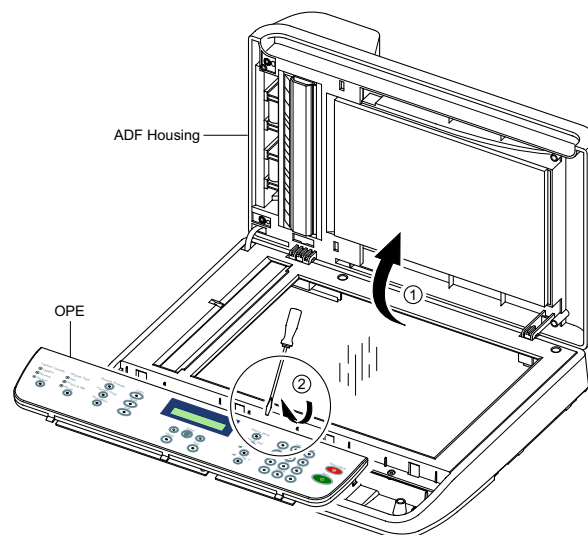

Рисунок 1
1. Откройте корпус ADF, вставьте плоскую отвертку в прорезь и снимите модуль OPE с корпуса стекла экспонирования, рисунок 1.